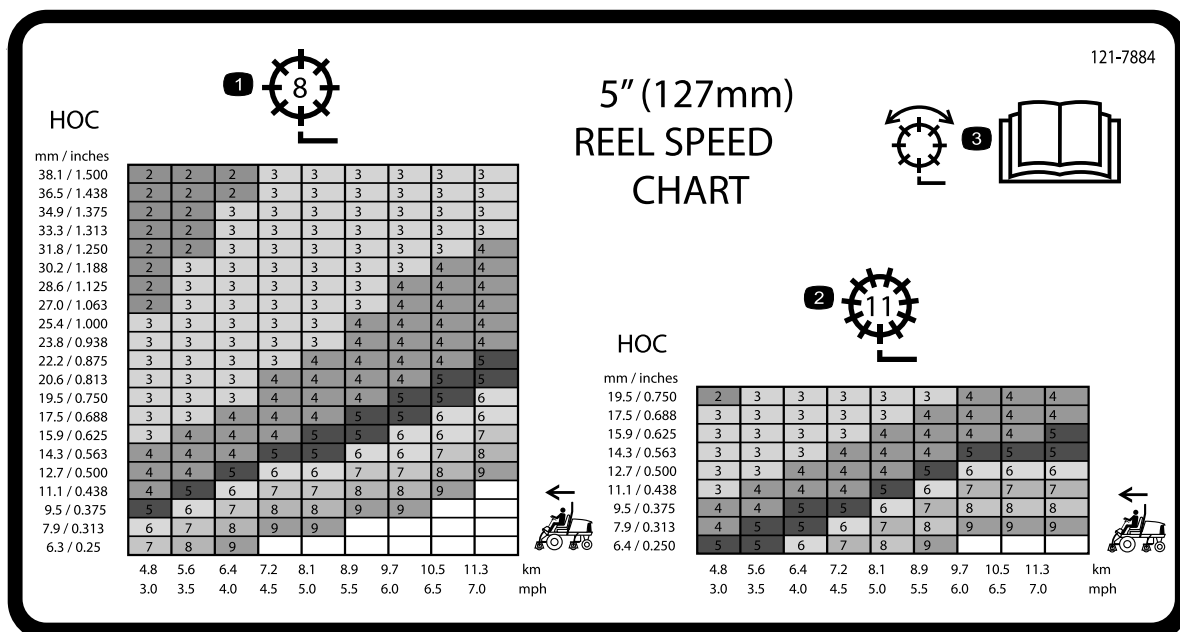

Рисунок 33
3. С помощью таблицы скоростей барабанов (на наклейке)(Рисунок 33) определите необходимую скорость вращения барабана.